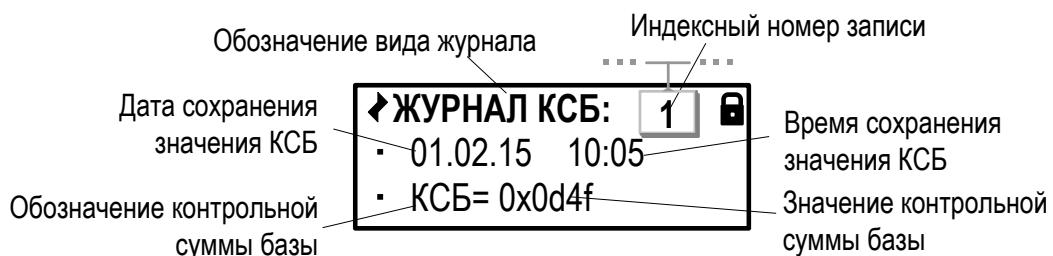

Рис.47. Вид окна индикации «Журнала КСБ».
8.3.6. Текущее значение контрольной суммы базы параметров фиксируется в **Журнале КСБ** (рис.47). Значение КСБ формируется в соответствии с установленными в тепловычислите значениями для набора установочных параметров. Сохранение сформированного значения КСБ происходит при переводе ТВ в режим РАБОТА.